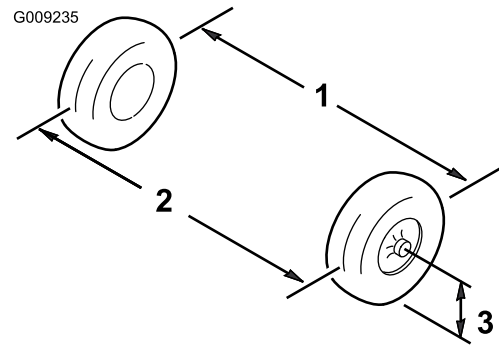

Figura 45
1. Mida la distancia entre los neumáticos delanteros a la altura del eje, en la parte delantera y trasera de las ruedas (Figura 45).